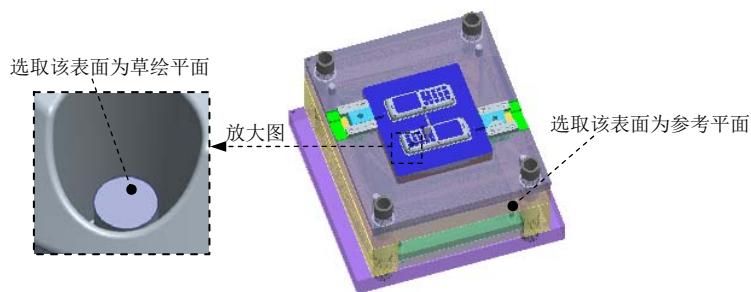
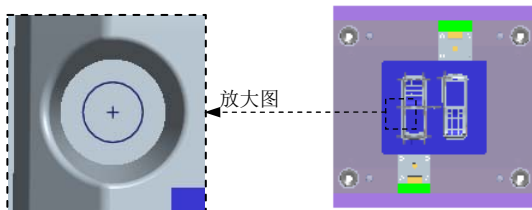
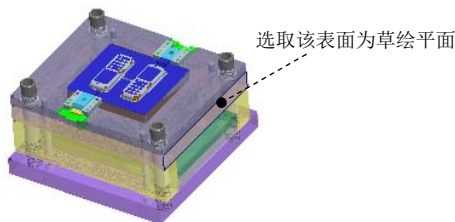

图 31.80 定义草绘平面
图 31.81 草绘参考
图 31.82 定义草图参考
统弹出“草绘”对话框；选择图 31.80 所示的表面为草绘平面，选择图 31.80 所示的工件侧面为参考平面，方向为 **右**；选取图 31.81 所示的 12 个圆为草绘参考，草图为与圆心重合的 12 个点。完成截面的绘制后，单击“草绘”操控板中的“确定”按钮 。
Step2. 创建顶杆修剪面。在屏幕右下角的“智能选择栏”中选择“几何”选项。按住 Ctrl 键，选取图 31.80 所示的表面（12 个圆柱的端面），单击 **模型** 功能选项卡 **操作** 区域中的“复制”按钮 。单击“粘贴”按钮 。在“曲面：复制”操控板中单击 按钮；单击 **EMX 常规** 功能选项卡 **工具** 控制区域中的 **EMX 工具** 按钮后面的 ，在下拉菜单中选择 **识别修剪面** 按钮，系统弹出“顶杆修剪面”对话框。单击对话框中的 ，系统弹出“选择”对话框，选取步骤（1）复制的曲面为顶杆修剪面，在“选择”对话框中单击 **确定** 按钮，然后单击“完成”按钮 。
Step3. 定义顶杆。单击 **EMX 工具** 功能选项卡 **顶杆** 控制区域中的 **定义** 按钮，系统弹出“顶杆”对话框；在对话框中的 **DM1 直径** 下拉列表中选择 2.0，取消选中 ☐ **自动长度** 复选框，在 **LG1 长度** 下拉列表中选择 125，在对话框中选中 ☒ **按面组/参照模型修剪** 复选框；单击对话框中的 **(1) 点** 按钮，系统弹出“选择”对话框，选取 Step2 创建的任意一点，单击“完成”按钮 ，关闭对话框；单击 **EMX 常规** 功能选项卡 **视图** 控制区域中的 **显示** 按钮，在弹出的快捷菜单中选择 **动模**。
Step4. 创建潜伏式浇口。单击 **模型** 功能选项卡 **切口和曲面** 区域中的 **旋转** 按钮，此时系统弹出“旋转”操控板；选取 MOLD_RIGHT 基准平面为草绘平面，然后选取图 31.82 所示的表面为参考平面，方向为 **右**；绘制图 31.83 所示的截面草图，完成截面的绘制后，单击“草绘”操控板中的“确定”按钮 ；在“旋转”操控板中单击 按钮，完成特征的创建。